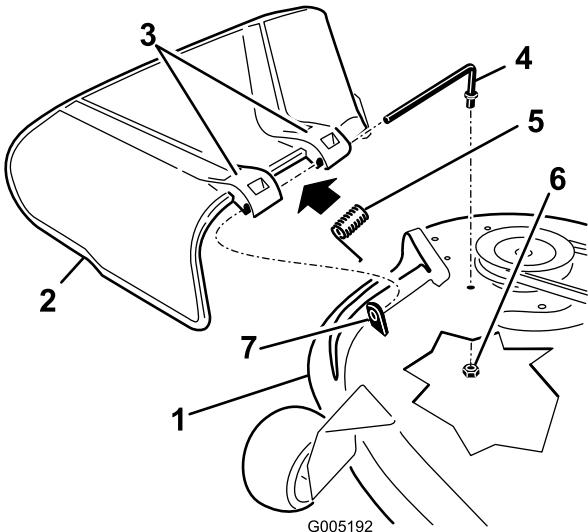

Figura 47
- Localice los elementos mostrados en la Figura 47.
- Retire la tuerca (3/8 pulg.) de la varilla (debajo del cortacésped) (Figura 47).
- Retire la varilla del espaciador corto, del muelle y del deflector de hierba (Figura 47). Retire el deflector de hierba dañado o desgastado.
- Vuelva a colocar el deflector de hierba (Figura 47).
- Coloque el muelle sobre la varilla, con los extremos de los alambres hacia abajo, y entre los soportes del deflector de hierba. Deslice la varilla por el segundo soporte del deflector de hierba (Figura 47).
- Introduzca la varilla, en la parte delantera del deflector de hierba, por el espaciador corto de la plataforma. Fije el extremo trasero de la varilla en el cortacésped con una tuerca (3/8 pulg.) (Figura 47).